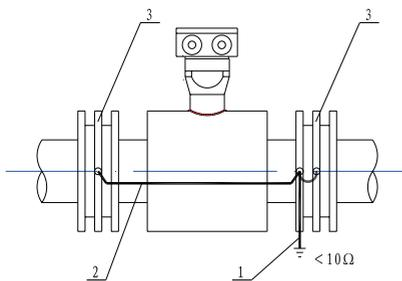

图7
3) 传感器在塑料管道上或在有绝缘衬里的官道上安装，传感器的两端应安装接地环或接地法兰，或带有接地电极的短管，见图7。